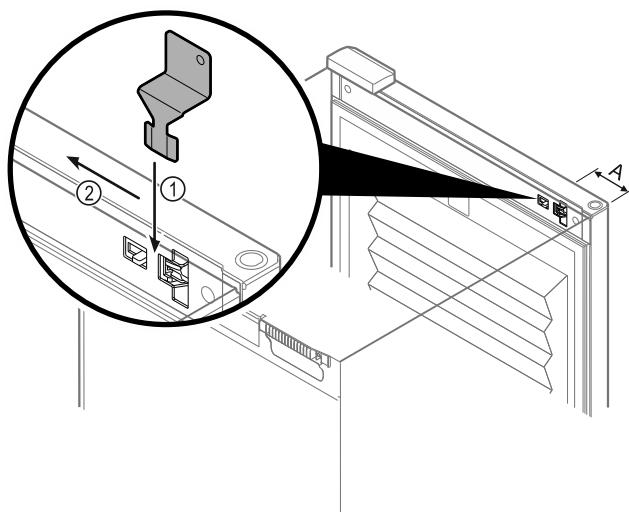

Fig. 218
- Поставете ключа за аварийно отключване на предвиденото място Fig. 218 (A) ≈ 100 mm.
- Вкарайте ключа за аварийно отключване между вратата и корпуса на уреда отгоре до упор Fig. 218 (1).
- Изтеглете ключа за аварийно отключване по посока на страната на пантите Fig. 218 (2).